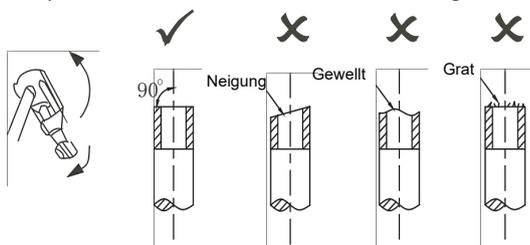

Abb. 5.4
- 1) Schneiden Sie das Rohr mit einem Rohrschneider ab (siehe Abb. 5.4)